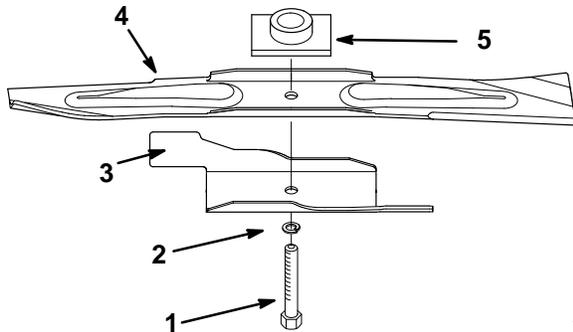

Figure 22
2. Déposer le boulon de lame, la rondelle frein, l'accélérateur de lame et la lame (Fig. 22).
1. Mettre la lame en place sur l'axe et le support de lame. Les extrémités incurvées ("pales") doivent être tournées vers le carter de tondeuse et le support de lame doit se loger dans le creux de la lame (Fig. 22).
2. Monter l'accélérateur de lame, la rondelle-frein et le boulon de lame (Fig. 22).